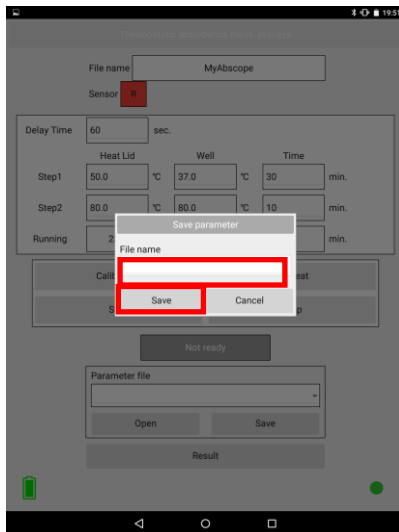

図 4-8：パラメータ保存画面
- (7) ① “Delay Time*” を入力してください。0 を設定した場合もしくは未設定の場合、“Start” ボタンタップ直後にゼロ点補正および吸光度測定を開始します。
- (8) ②のHeatLid温度、Well温度、加熱時間を使用する温度、時間に設定してください。全項目を設定すると“Ready”表示されます（図4-8）。③に温度・時間を入力することで、2段階の温度変化を実施することも可能です。（例：酵素の失活など）
③の加熱時間に0を設定した場合もしくは③の全項目未設定の場合、2段階処理は実行されません。
パラメータを保存したい場合は、図4-7⑩のパラメータファイル保存ボタンをタップし、図4-8の保存画面でファイル名を入力後、「Save」を選択してください。「Cancel」選択時は、ファイルは保存されません。